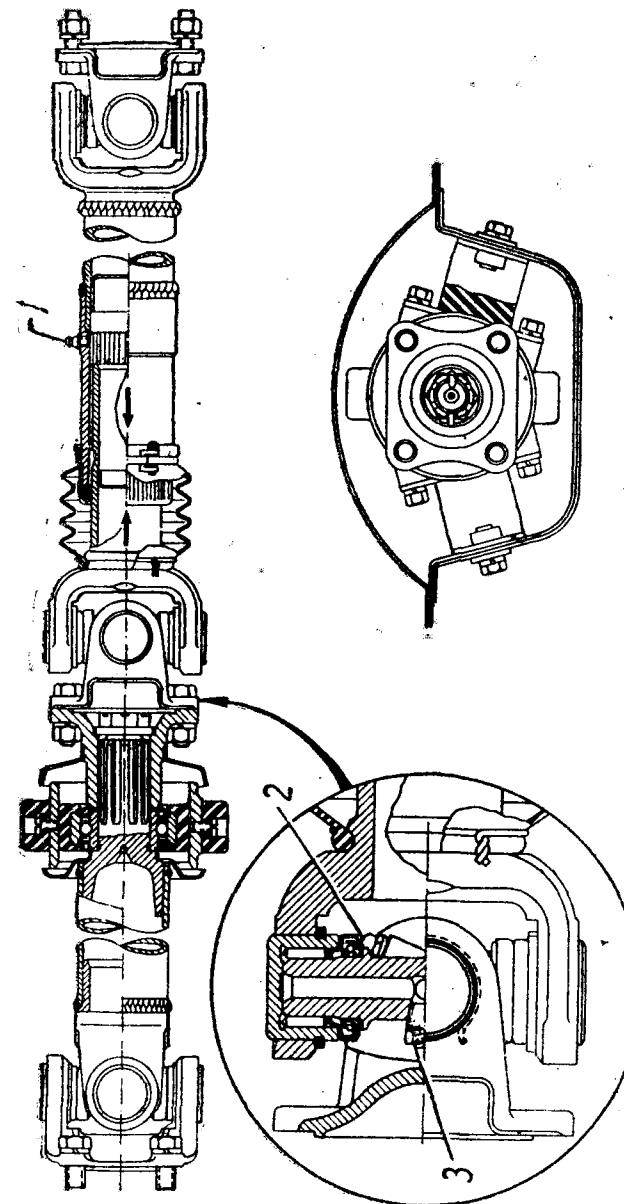

Рис. 51. Карданская передача.
1) включите третью передачу и убедитесь в том, что рычаг переключения находится в горизонтальном положении или ниже до 6°. Изменяйте длину тяги 14 (рис. 51), вращая ее наконечник;
Карданская передача (рис. 51) состоит из двух валов. На каждом из валов вилки расположены в одной плоскости, как показано. Нарушение расположения вилок или фланцев даже на один шлиц вызывает вибрацию валов и автомобиля.